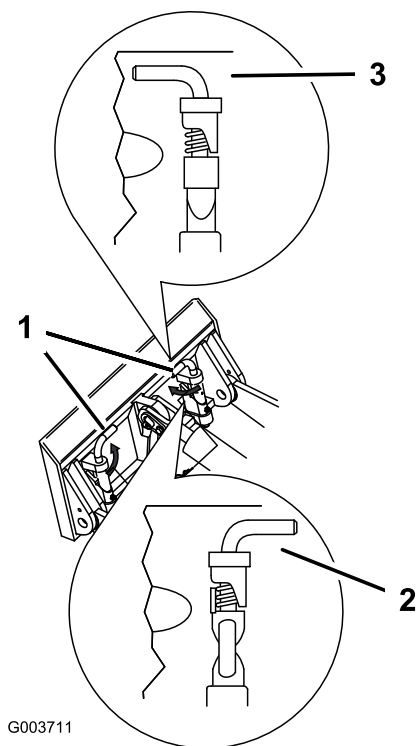

Bild 33
- Lassen die Schnellbefestigungsstifte eingreifen und stellen Sie sicher, dass sie vollständig in der Befestigungsplatte sitzen (Bild 33).